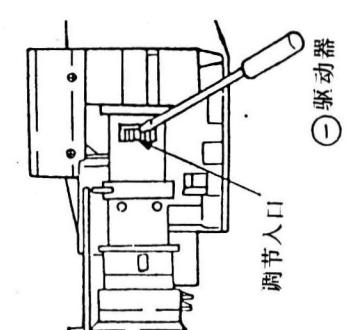

图 44
② 使景物聚焦在镜头上；
③ 如图 44 调节中继透镜调整点；
④ 拉回镜头，调节后焦距，以取得最佳聚焦；
⑤ 重复进行拉近、聚焦、拉出、调节，直至在整个变焦范围内取得最佳聚焦。
- (2)AGC 调整